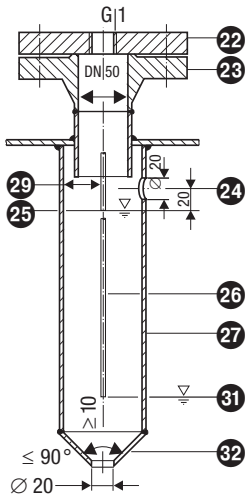

Fig. 6
3. Sechskantmutter 20 mit 17er Maulschlüssel lösen. Nicht abschrauben! **Fig. 6**